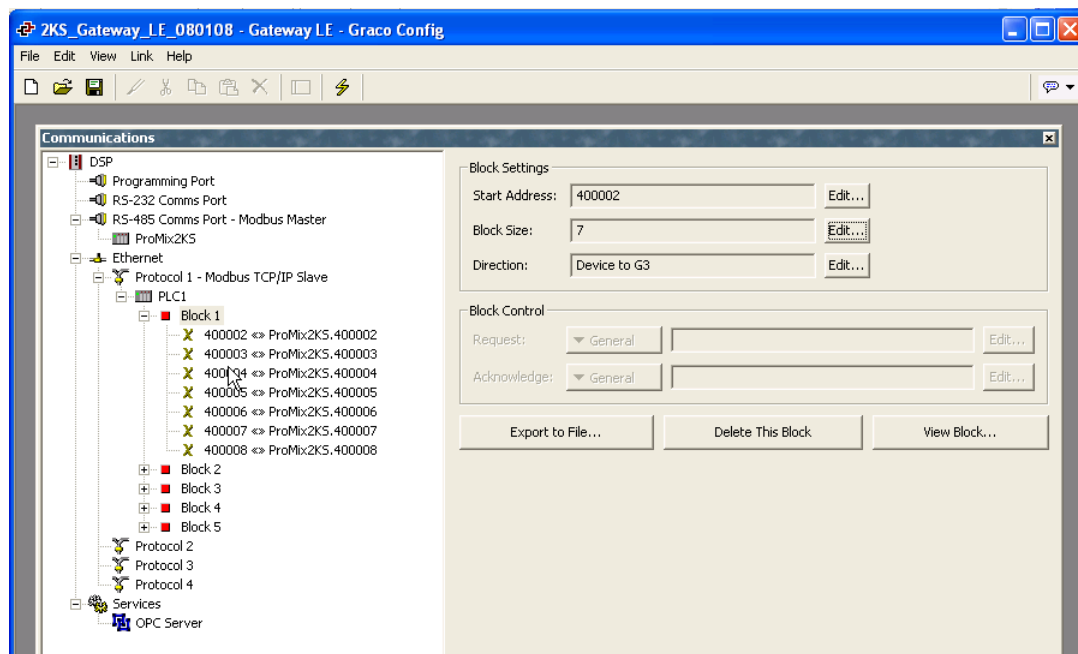

FIG. 25: Blockmappningsdata
4. Se FIG. 25. Klicka på OK. Listan på adresser kommer att visas under tillämpligt block på den vänstra sidan av fönstret.